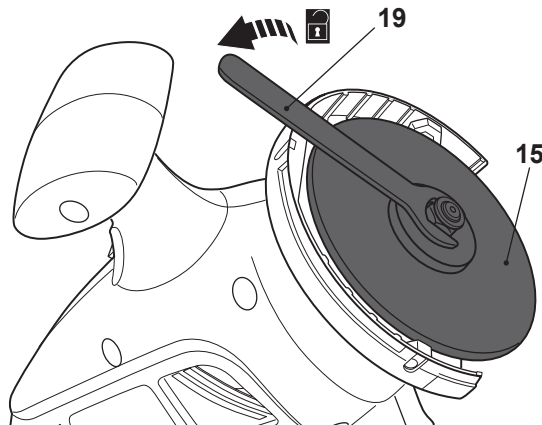

Fig. 14
- > Afloje y retire la tuerca, la brida de bloqueo y el disco de afilado (15) con la llave de boca abierta (19) (fig. 14).